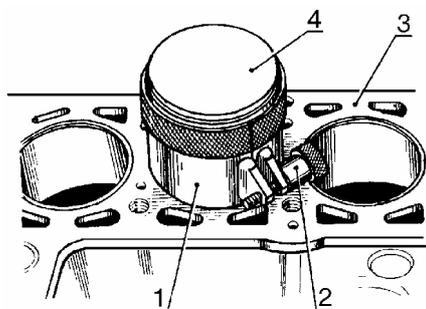

Рис.52.
- установить втулку 1, рис.52, на блок цилиндров 3, протолкнуть поршень 4 усилием пальцев рук через втулку 1 в цилиндр блока 3. При установке имеющаяся на бошке поршня метка "П" или стрелка на днище поршня должна быть направлена в сторону привода ГРМ. Маркировка на нижней головке шатуна должна соответствовать номеру цилиндра.